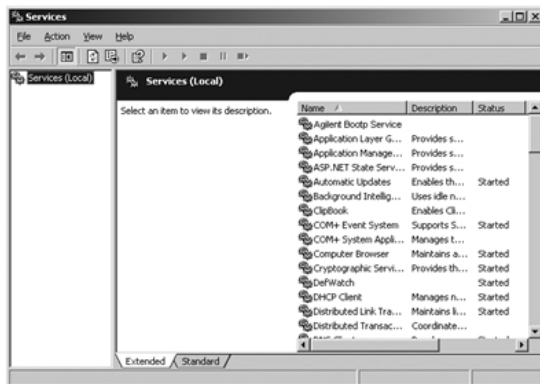

Figura 20 Pantalla Servicios de Windows
- 1 En el panel de control de Windows, seleccione **Herramientas administrativas > Servicios**. Aparece la pantalla **Services**, consulte Figura 20 en la página 76.